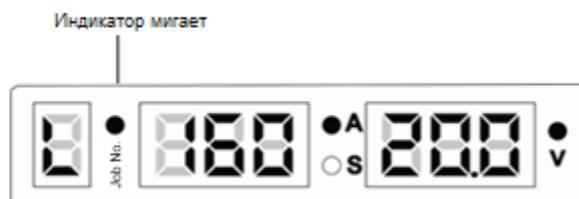

Рис. 3-38 Пользовательский интерфейс, указывающий, что сварочные диапазоны регулировки параметров заблокированы.
6. В состоянии, когда параметры заблокированы, индикатор **Job No.** мигает. Смотрите рисунок 3-38. Регулировки тока и напряжения заблокированы. В данном случае можно выполнить сварку и регулировать ток и напряжение в заданных пределах.